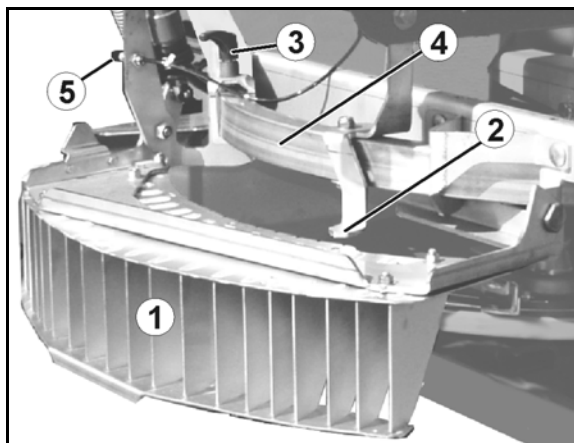

Fig. 99
På oversiden av begrensningsskjermen er det på venstre og høyre ytterkant en lås for innstilling (Fig. 99).
1. Løsne mutrene (Fig. 99/1) på innstillingslåsen.
3. Dreie innstillingslåsen (Fig. 99/2) mot anslaget og skru den fast.